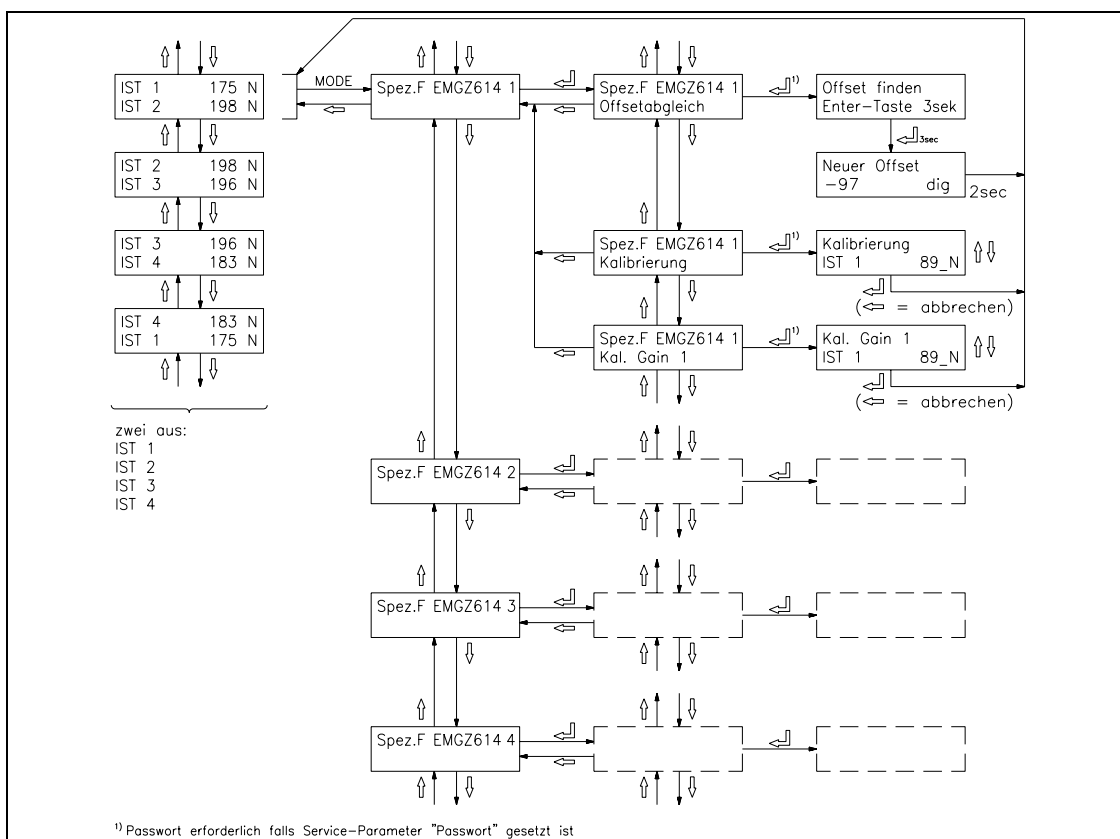

Bild 9: Hauptbedienebene EMGZ614A
- Taste MODE drücken. Mit den Tasten $\uparrow$ $\downarrow$ $\leftarrow$ das Modul *Spez.F EMGZ614 1*¹⁾ und die Spezialfunktion *Offsetabgleich* suchen und anwählen (Bild 9).
- Offset ermitteln durch Drücken der Taste $\leftarrow$ während drei Sekunden (Bild 9). Die Elektronik berechnet automatisch den neuen Offset. Die Anzeige kehrt zurück ins Hauptbild.
- Taste MODE drücken. Mit den Tasten $\uparrow$ $\downarrow$ $\leftarrow$ das Modul *Spez.F EMGZ614 1*¹⁾ und die Spezialfunktion *Kalibrierung* suchen und anwählen (Bild 9).
- Mit den Tasten $\uparrow$ $\downarrow$ die dem Gewicht entsprechende Kraft einstellen in der Anzeige und Eingabe abschliessen mit Taste $\leftarrow$ (Bild 9). Die Elektronik berechnet automatisch den neuen Gain-Faktor. Die Anzeige kehrt zurück ins Hauptbild.
Die oben beschriebene Kalibrierung des Messverstärkers gilt für Modul 1. Sie muss auch für die Module 2...4 durchgeführt werden. Dazu werden die Spezialfunktionen aus Modul *Spez.F EMGZ614 2* / *Spez.F EMGZ614 3* / *Spez.F EMGZ614 4* verwendet¹⁾ (siehe Bild 9).